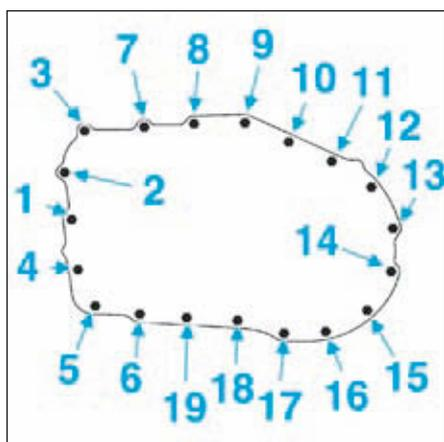

FIG.13
- Presserrer les vis n°2 et n°14 (Fig.13) à 1 daN.m.